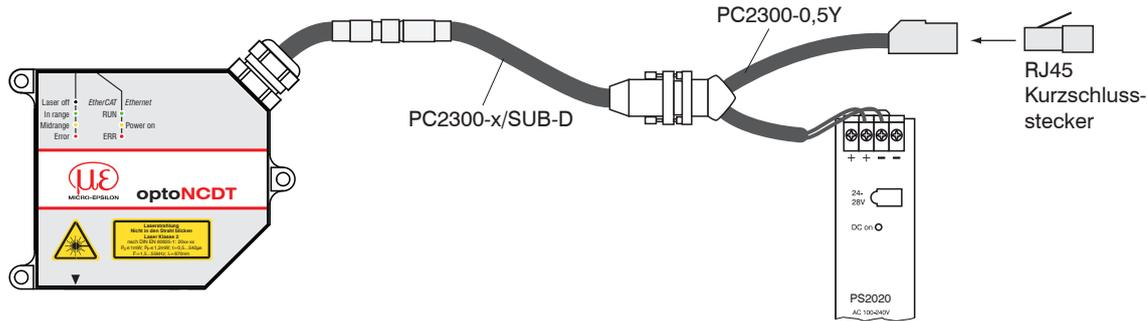

Abb. 62 Sensor rücksetzen mit RJ45 Kurzschlussstecker
- ➡ Schließen Sie den RJ45 Kurzschlussstecker an der RJ45-Kabelbuchse am PC2300-0,5Y an, siehe Abb. 62.